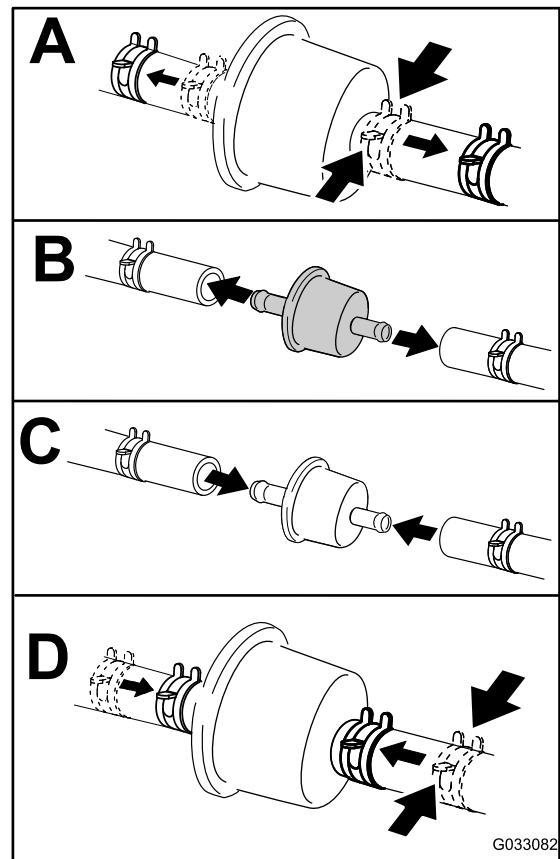

Figura 49
5. Sostituite il filtro del carburante (Figura 49).